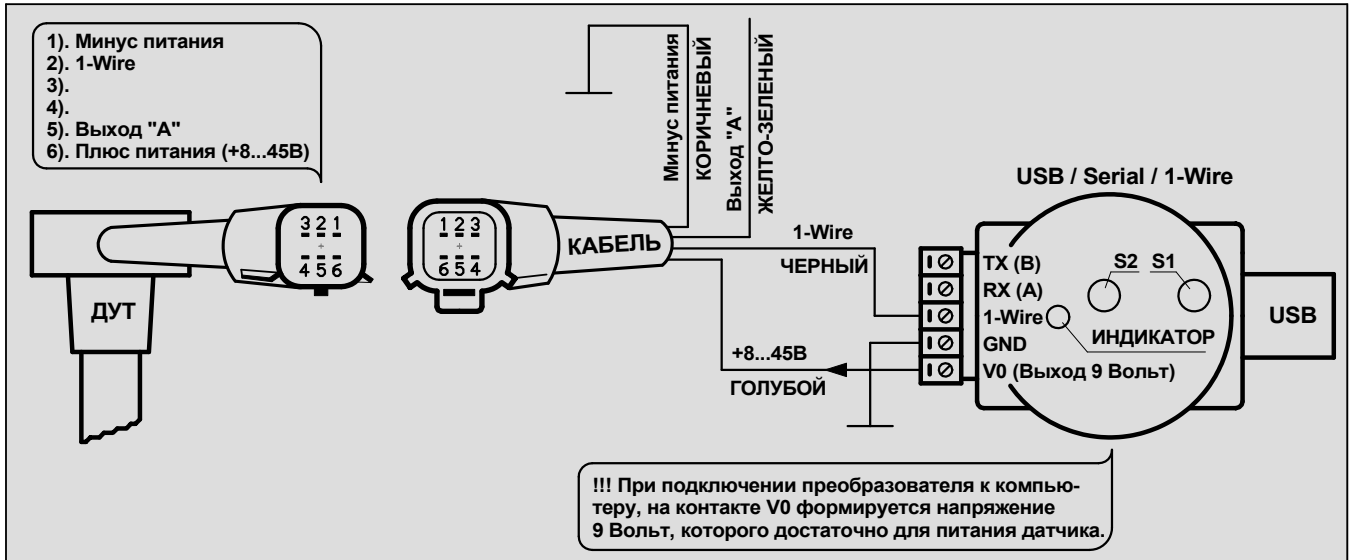

Рис. 1. Схема подключения датчиков Вектор-Та5w, Вектор-Та10w к компьютеру по интерфейсу 1-Wire.
Если производилась обрезка зонда, то калибровка датчика обязательна. Схемы подключения к компьютеру и преобразователю приведены на Рис.1 – 2.
3. Если датчик откалиброван «с учетом обрезки», то перейдите к пункту 4. Если нет, то проведите калибровку датчика. Для проведения калибровки, датчик должен быть подключен к компьютеру по одной из схем подключения изображенных на Рис. 1 – 2.
Для проведения тарирования, датчик должен быть подключен к компьютеру по схеме подключения изображенной на Рис. 1.